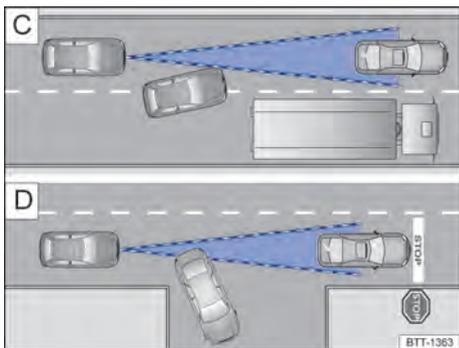

Fig. 141 **C** Troca de faixa de rodagem. **D** Veículo virando ou parado.
Por exemplo, se um veículo detectado pelo ACC virar ou mudar de faixa, e se houver um veículo parado à frente deste veículo, o ACC não reagirá ao veículo parado → **Fig. 141 D**.
- Veículos que mudam diretamente para a faixa própria na frente do veículo próprio → **Fig. 141 C**.